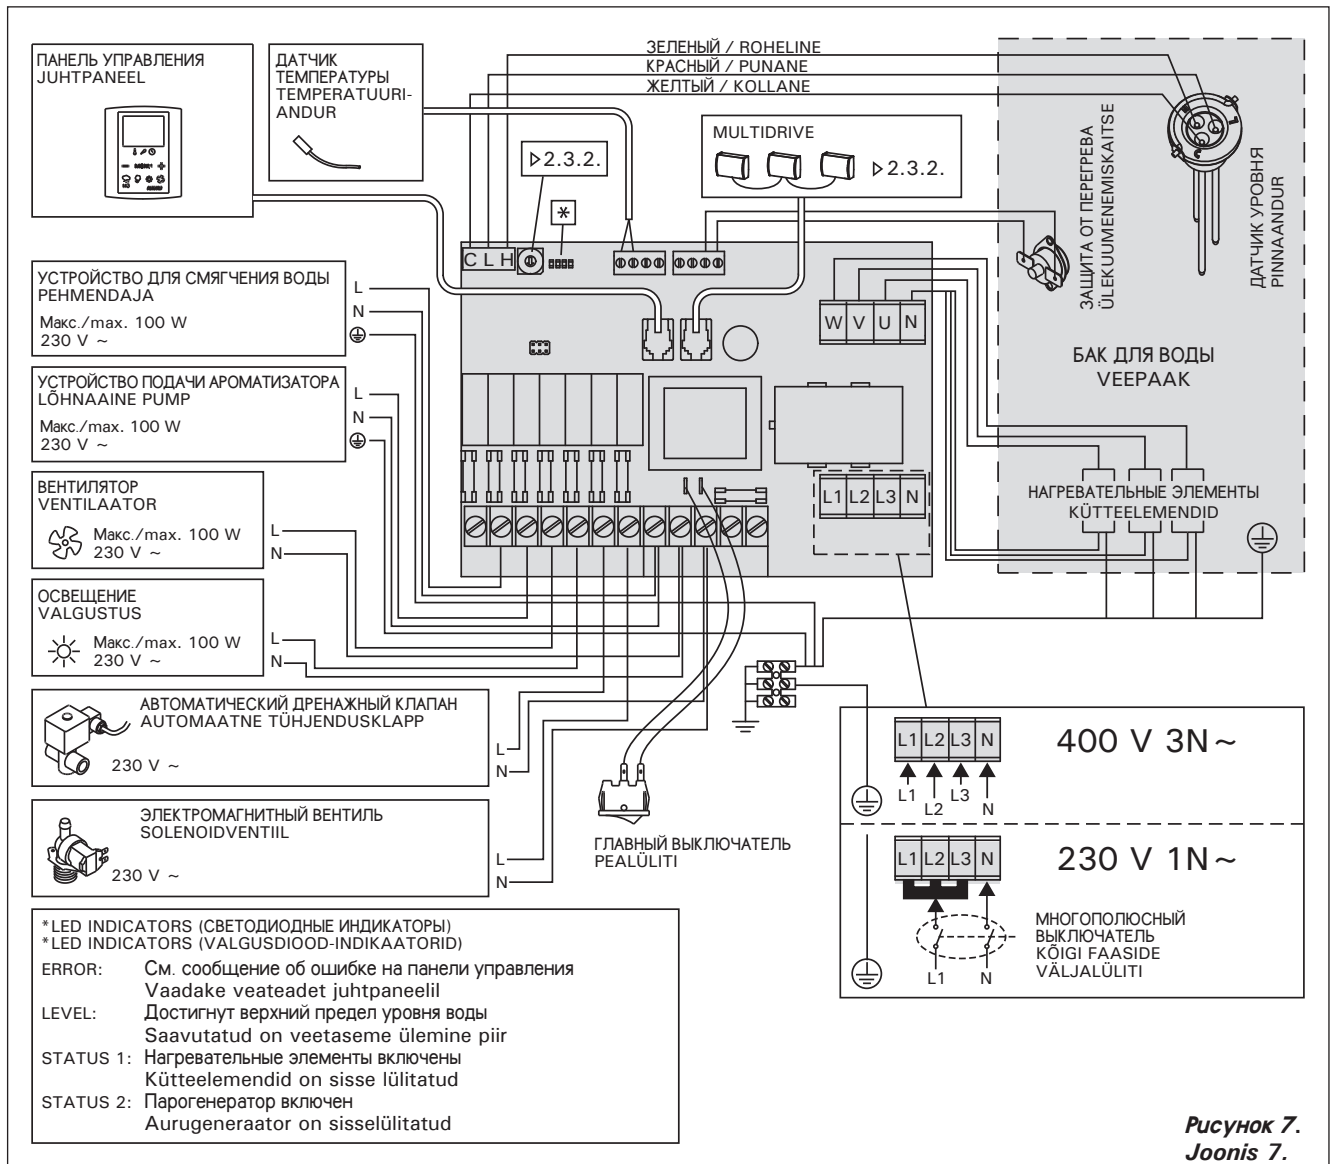

Рисунок 7.
Схему подключения электропроводки см. на рис. 7.
3. Соедините парогенераторы вместе при помощи кабелей Multidrive. Также см. рис. 7.